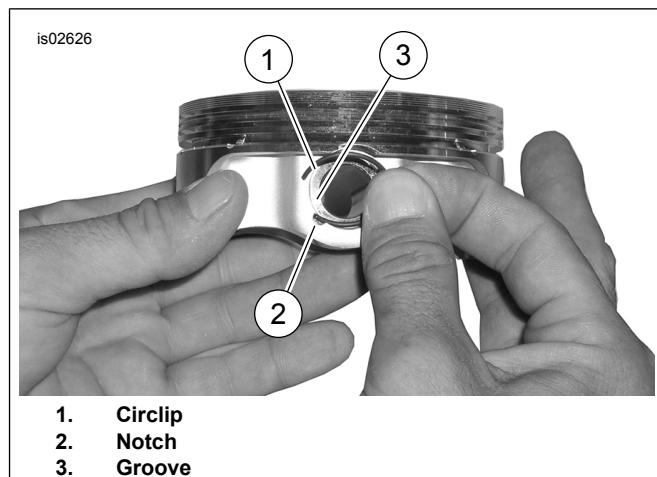

Figura 3. Circlip u Pistun
1. Ara Figura 3 . Daħħal it-tarf miftuh tas-circlip (1) fit-talja (2) fuq l-iskanalatura (3) ta' madwar l-buttin tal-pinn tal-pistun ħalli l-ispazju jkun fil-pożizzjoni ta' 12 jew 6 fuq l-arloġġ meta jkun installat.